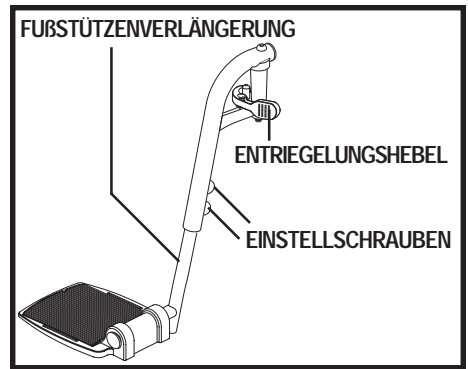

Abb. 2. Ausführung Nr. 7 - Verstellen der ausschwenkbaren Fußstützen
1. Die Stellschraube(n) der Fußstützenverlängerung entfernen. Siehe Abbildung 2, 3 oder 4.